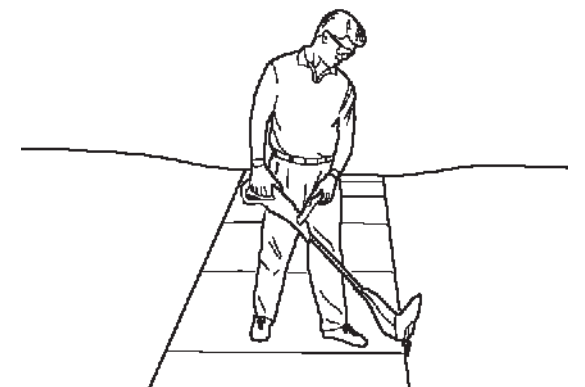

Fig. 14
8. **UTILISATION EN TANT QUE TAILLE-BORDURE**(Fig. 14). L'appareil étant réglé en tant que taille-bordure, le maintenir de façon que le moteur soit à gauche pour que les débris soient projetés vers l'arrière. Toujours porter des lunettes de sécurité.